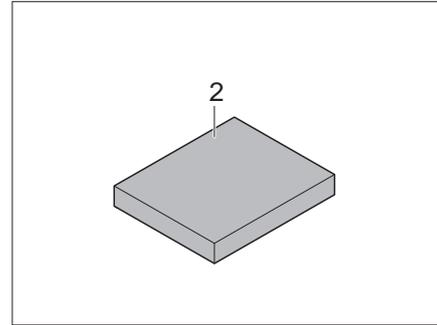

Bild 157 Zusatzpolster
- Zusatzpolster (Bild 157,2) in die Mitte auf den Tisch legen.